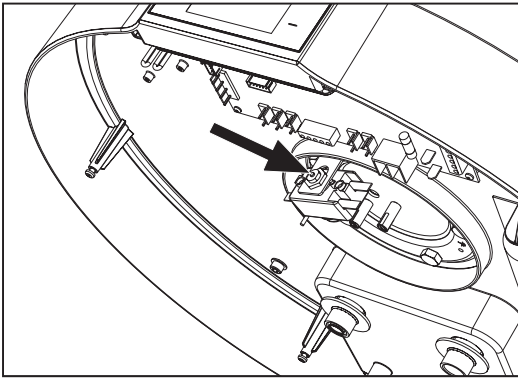

fig. 44 - Rearme del termostato de seguridad
- Rearmar manualmente el termostato de seguridad (fig. 44). En caso de disparo, el perno central del termostato sobresale unos 2 mm.